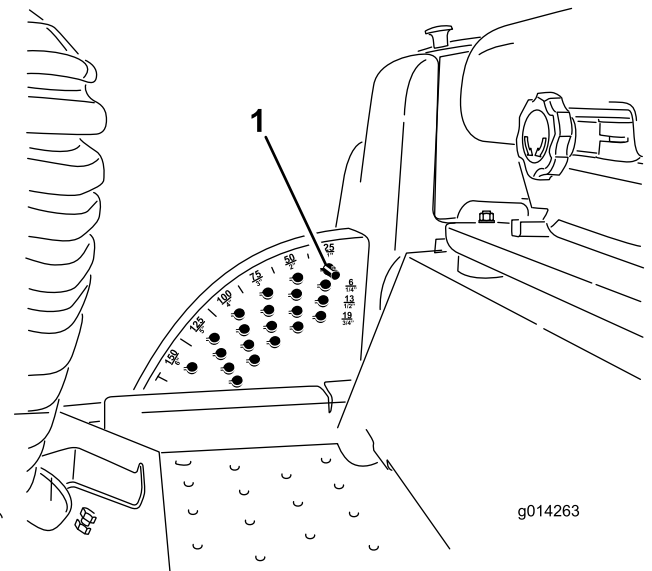

図 18
注 デッキ（アタッチメント）を上昇位置にロックするには、デッキを15 cmを超えた高さまで上昇させ、刈高ストップピンを外し（「刈高の調整」を参照）、ピンを15 cmの刈高位置に差し込みます（図 18）。
1. エンジンが回転している状態で、デッキ昇降スイッチの後側を押し、デッキが完全に上昇したら 直ちにレバーから手を離す（図 18）。
2. ストップピンについているロールピンを回してピンと刈高設定穴のスロットとが整列したところでピンを抜き取る（図 18）。
3. 刈高ブラケットについている穴から、希望する刈高に対応する穴を見つけ、その穴にピンを通し、ピンを回してロックする（図 18）。
注 刈高設定穴は、扇形の外周に一番近い段から全部で4段（列）あります（図 18）。外周側の列は、外周部に刻印されている通りの刈高の穴です。2 列目の穴は、1 列目の刈高よりも 6 mm 高い刈高となります。3 列目の穴は、1 列目の刈高よりも 12 mm 高い刈高となります。4 列目の穴は、1 列目の刈高よりも 18 mm 高い刈高となります。刈高 158 mm だけは例外で、2列目のはずれにあります。この穴にセットすると 刈高 158 mm となります（6 mm アップにはなりません）。